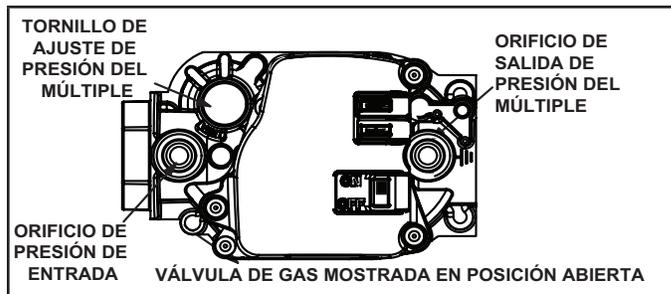

Figura 23
Funcionamiento de la válvula de gas (Figura 23)
- 6 - Mueva el interruptor en la válvula de gas a la posición OFF (apagado). No lo fuerce. Ver la Figura 23.
- 8 - Mueva el interruptor en la válvula de gas a la posición ON (encendido). No lo fuerce. Ver la Figura 23.